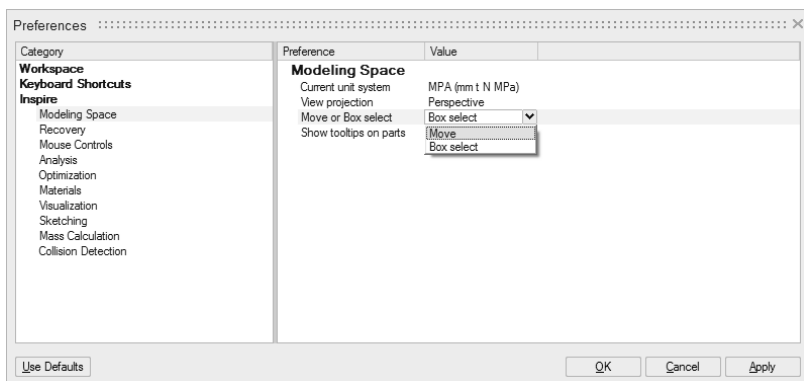

图 3-12
4) 在 Move or Box Select 下拉列表中选择 Move，该选项用于定义单击和拖曳是用来移动对象还是用来框选多个对象，如图 3-12 所示。